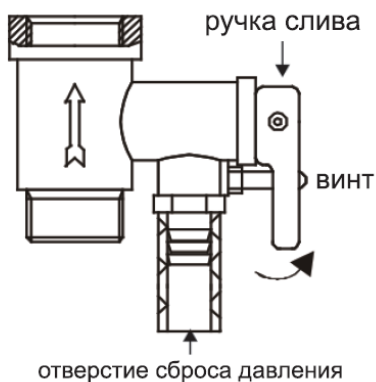

Рисунок 8
4. На входной патрубок, обозначенный голубым цветом и стрелкой направления течения воды, накрутите предохранительный клапан так, чтобы течение воды совпадало с направлением стрелки на корпусе клапана. На отверстие сброса давления предохранительного клапана (см. рисунок 8) оденьте дренажную трубку* для отвода воды (возможно появление при нагревании) в канализацию (трубку необходимо направить строго вниз и запрещено перегибать её).
6. Чтобы слить воду из внутреннего бака, можно воспользоваться сливным отверстием (только для серии FSL2) (необходимо открутить заглушку, закрывающую сливное отверстие), также воду можно слить через предохранительный клапан (открутить сливной винт предохранительного клапана и перевести ручку слива в верхнее положение, при этом кран выхода горячей воды должен быть открыт, а кран подачи холодной воды в водонагреватель должен быть перекрыт) (см. рисунок 8).